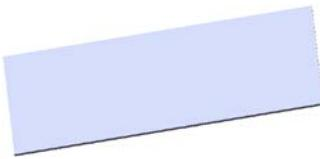
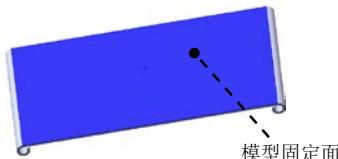

图 5.4 展开 1
图 5.5 模型固定面
Step3. 创建图 5.4 所示的钣金特征——展开 1。
(1) 选择命令。选择下拉菜单 **插入(I)** → **钣金(H)** → **展开(U)...** 命令（或单击“钣金”工具栏上的“展开”按钮 ），系统弹出“展开”对话框。
(2) 定义固定面。选取如图 5.5 所示的模型表面为固定面。
(3) 定义展开的折弯特征。在“展开”对话框中单击 **收集所有折弯(A)** 按钮，系统将模型中所有可展平的折弯特征显示在 **要展开的折弯:** 列表框中。
(4) 单击 按钮，完成展开 1 的创建。